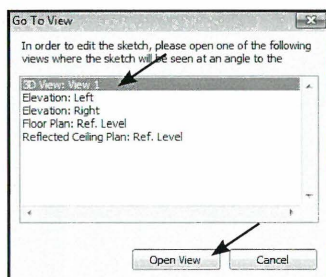

Fig. 04.108. Vælg hvilket View du vil tegne i.
- Vælg et *View* du vil tegne i, eksempelvis *3D* (Fig. 04.108) og klik *Open View*.